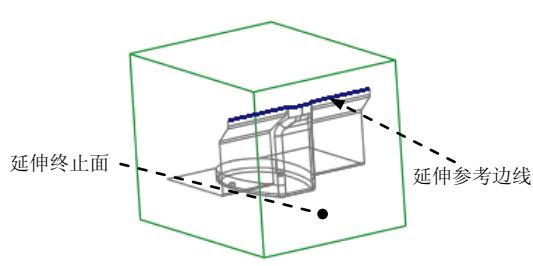

图 26.13 延伸参考边线 3
- (1) 选取图26.13所示的复制曲面的边线。
- (2) 单击**分型面**功能选项卡**编辑**▼区域中的**延伸**按钮，此时出现**延伸**操控板。
- (3) 选取延伸的终止面。在操控板中按下**拾取**按钮，选取图26.13所示的坯料表面为延伸的终止面。
- (4) 在**延伸**操控板中单击**确定**按钮。完成延伸曲面的创建。